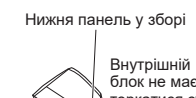

Рисунок 5
- 7) Виріжте з пакувального пінопласту прокладку й установіть її на ребро із заднього боку внутрішнього блоку. (Рисунок 5)
- 8) З'єднайте труби холодоагенту з подовжувальною трубою (B).